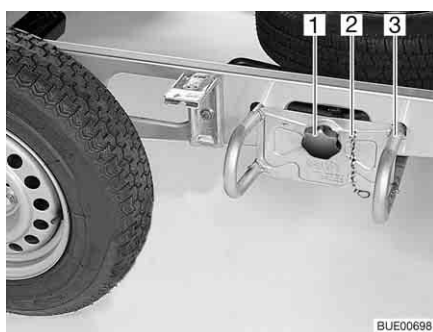

Bild 228 Reservhjulshållare
- Haka ur säkringskedjan (Bild 228,2).
- Lossa och skruva ut rattskruven (Bild 228,1).
- Dra ut reservhjulshållaren (Bild 228,3) ca 10 cm och lägg ned den på marken.